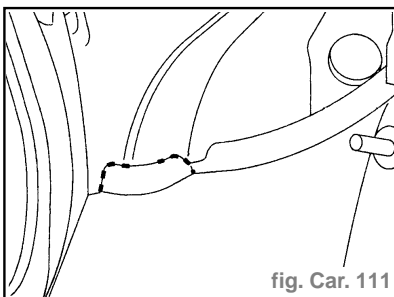

fig. Car. 111
- Solder par cordons successifs au MIG (fig. Car. 111).